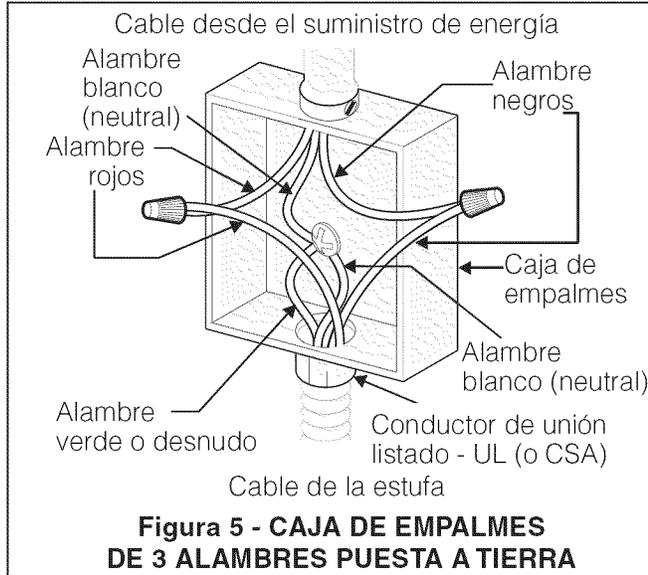

Figura 5 - CAJA DE EMPALMES DE 3 ALAMBRES PUESTA A TIERRA
Donde los códigos locales permitan conectar el conductor de puesta a tierra del electrodoméstico al neutro (blanco) (ver figura 5):
2. En el interruptor automático, caja de fusibles o caja de juntas: conectar el aparato y los cables residenciales como se muestra en la figura 5.
ADVERTENCIA Este electrodoméstico está fabricado con un suministro eléctrico neutro blanco y un alambre de cobre conectado al armazón. El armazón está puesto a tierra por un enlace de la conexión a tierra con la conexión del neutro al final de la línea eléctrica, si es usado en los estados unidos una nueva instalación de circuito de bifurcación (1996 NEC), casa rodante, vehículos recreacionales, o donde los códigos locales no permitan poner a tierra mediante el neutro (blanco) o en Canadá, desconectar la conexión blanca de la verde y utilizar la conexión a tierra para poner a tierra la unidad de acuerdo a los códigos locales, conectar el neutro al circuito de bifurcación- conductor neutro de manera usual, Ver Figura 6. Si su electrodoméstico va a ser conectado a una caja de conexión puesta a tierra de 3 cables (en los estados unidos solamente), donde los códigos locales permitan conectar el conductor de poner a tierra-electrodoméstico con el neutro (blanco) ver Figura 5.